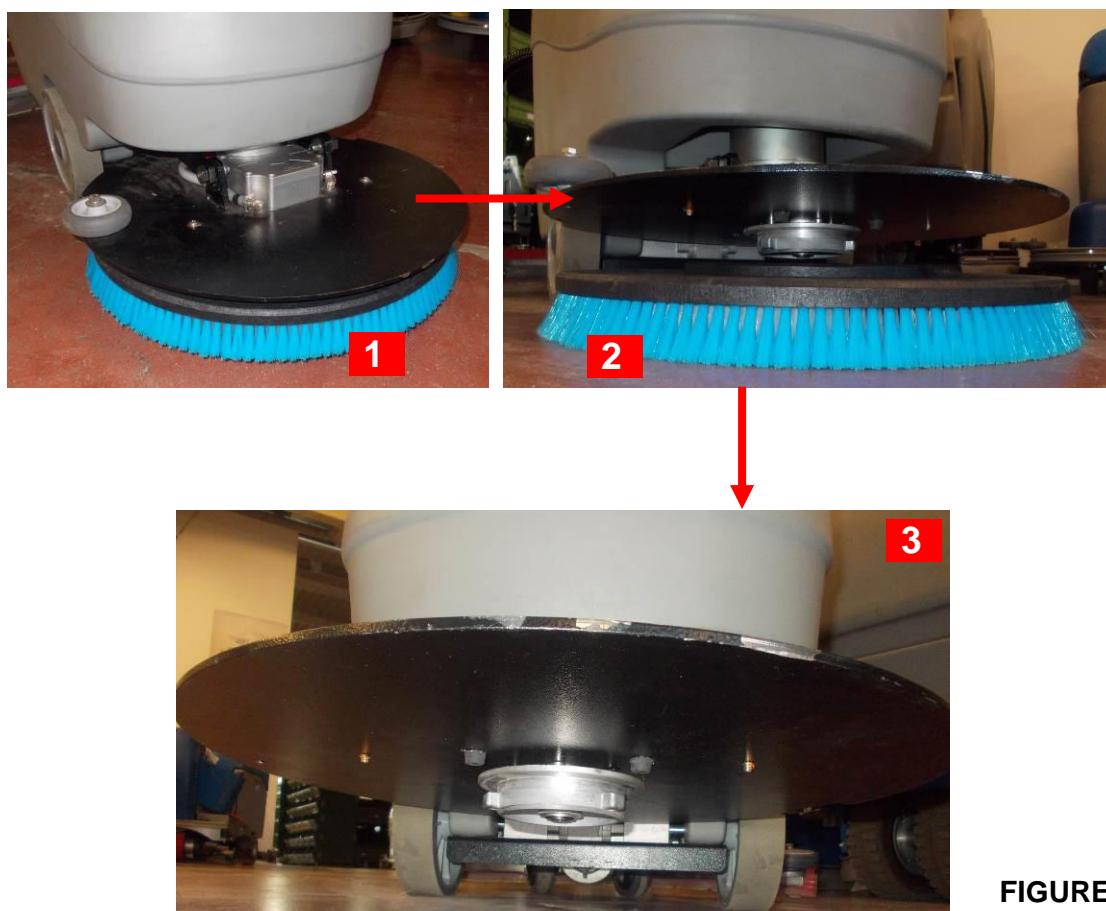

FIGURE 4.12
Pour le changement des brosses, procéder comme suit (figure 4.12) :
- Remplacer la brosse en la faisant tourner dans le sens des aiguilles d'une montre (fig. 4.12 détail 1) puis la retirer (fig. 4.12 détail 2).
- Pour introduire une nouvelle brosse, la placer sous la bride puis la soulever jusqu'à parvenir à l'introduire dans la bride susdite (fig. 4.12 détail 3) ; ensuite, la faire tourner dans le sens des aiguilles d'une montre.